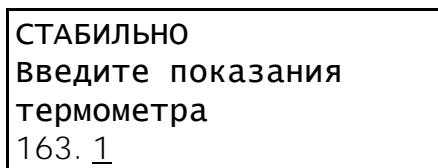

Рисунок 25 – Ввод второй точки калибровки датчика температуры
5.4.9 Когда наступит стабилизация, ввести показания образцового термометра (см. рисунок 25). Изменение вводимых чисел производится при помощи ручки, а сдвиг курсора кнопками [Режим] и [*]. После ввода значения нажать кнопку [Пуск].